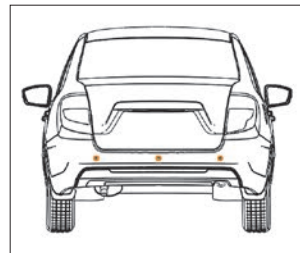

Рис. 43. Датчики парковки
*В вариантном исполнении* автомобили оснащаются системой безопасной парковки парктроник (от англ. parktronic). Система поможет избежать досадных мелких аварий и следующих за ними материальных затрат. Датчики парковки (рис. 43) помогут Вам обнаружить опасное препятствие, невидимое из салона автомобиля.